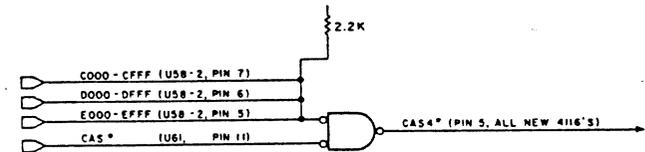

Fig. 6. Preliminary Logic for a New RAM Bank-Select Signal
Verbinden Sie alle Pins bis auf das CAS*-Signal (CAS* - Column Adress Strobe pin) der acht übrigen Sockel (für die acht zusätzlichen 4116s) parallel mit entsprechenden Steckern. Eine CAS*-Leitung, die mit allen CAS* Pins der neuen RAM Chips verbunden ist, kann hergestellt werden, indem die drei 4K Einschaltleitungen des U58-2 als wired OR verdrahtet werden. Um das neue RAM Bank-Wahlsignal CAS* zu erhalten, wird das daraus resultierende Signal mit dem Modell III CAS* über ein OR-Glied verbunden (siehe Bild 6).
- Bild 6: Vorläufige Logik für ein neues RAM Bank-Wahl Signal